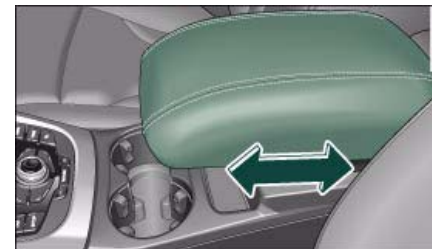

Fig. 60 Reposabrazos entre el asiento del conductor y el del acompañante
- Desplace el reposabrazos hacia delante o hacia atrás ⇒ *página 61*, fig. 60. ■